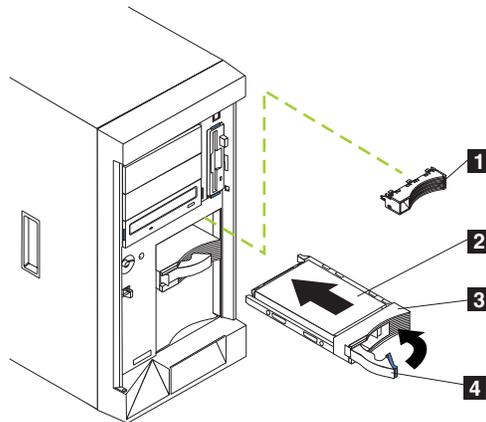
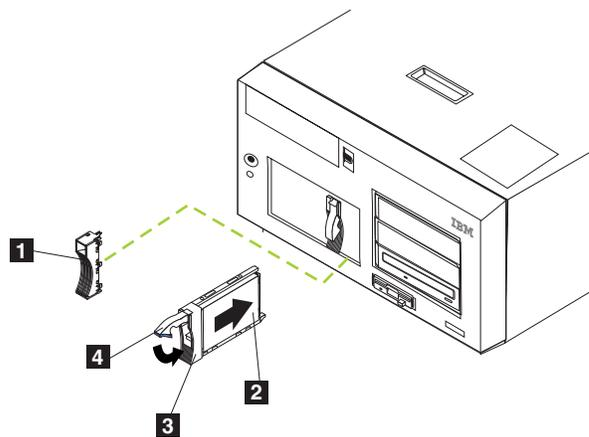

Figure 57. Remplacement d'un disque dur dans une baie de disque remplaçable à chaud (Modèle 25T)
Figure 58. Remplacement d'un disque dur dans une baie de disque remplaçable à chaud (Modèle 25T avec l'option de conversion pour montage en rack)
5. Installez le nouveau disque dur remplaçable à chaud dans la baie de disque remplaçable à chaud (voir la figure 57 et la figure 58) :